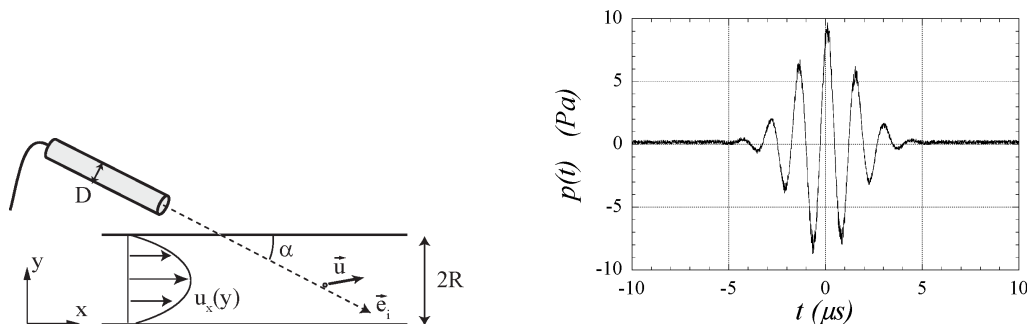

Figure 4: Dispositif de mesure de profil de vitesse à l'aide d'un vélocimètre Doppler ultrasonore, et impulsion acoustique émise par le transducteur.
2. Une impulsion d'environ 5 longueurs d'onde est émise au temps  $t = 0$  (Figure 4). Calculer le temps de réception  $t_r$  de l'écho. Montrer que la fréquence reçue sera  $f_s = f_0 + \Delta f_D$ , où la fréquence Doppler est donnée par